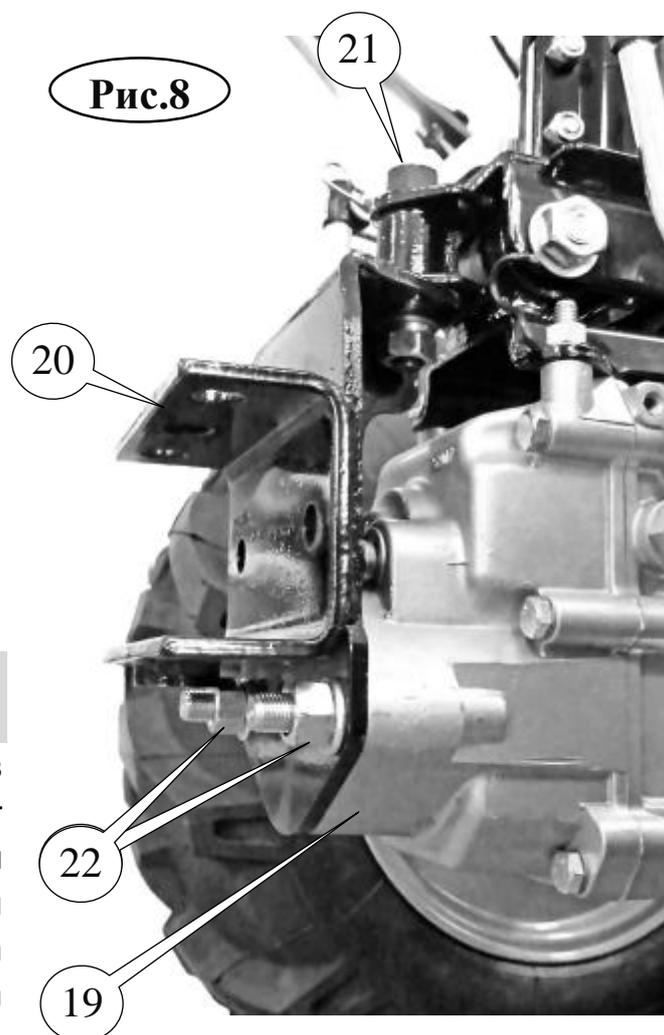

Рис.8
Узел прицепной (20) устанавливается на фланец ВОМ (19) редуктора как показано на **рис. 8**. Фиксируется штатными гайками М12 (22) на шпильках фланца и болтом специальным (21) с гайкой.